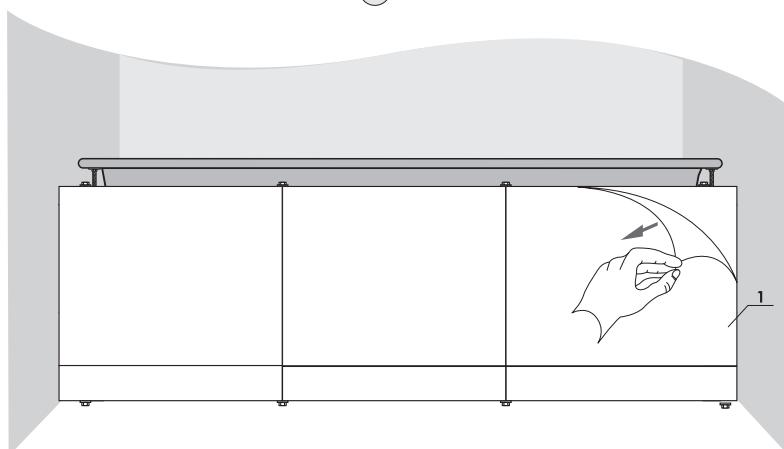

рис. 18
18. Установите выдвижной ящик (рис.18).